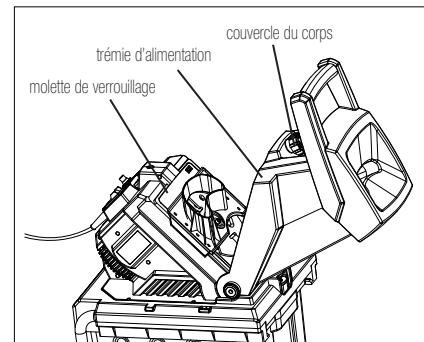

Fig. 7
- Tournez la molette de verrouillage dans le sens antihoraire jusqu'à ce que le couvercle du corps puisse être ouvert. Levez le couvercle du corps pour exposer les deux lames (fig. 7).